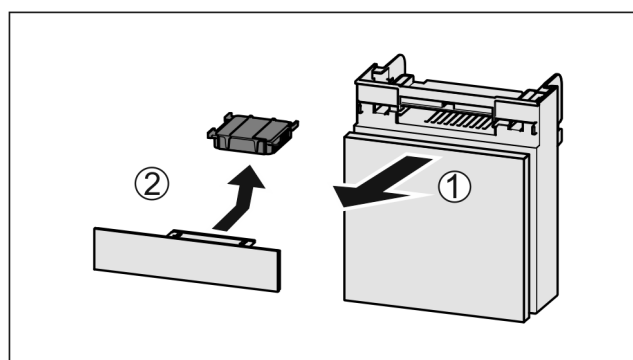

Fig. 120
- Fach nach vorne herausziehen Fig. 120 (1).
- Aktivkohlefilter entnehmen Fig. 120 (2).